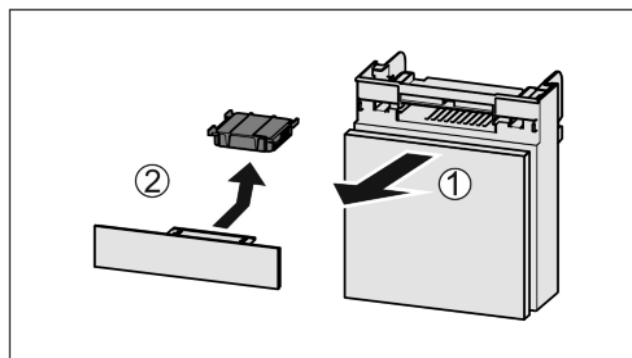

Fig. 44
- ▶ Tõmmake Fig. 44 (1) laegas ettepoole välja.
- ▶ Võtke Fig. 44 (2) aktiivsõefilter välja.